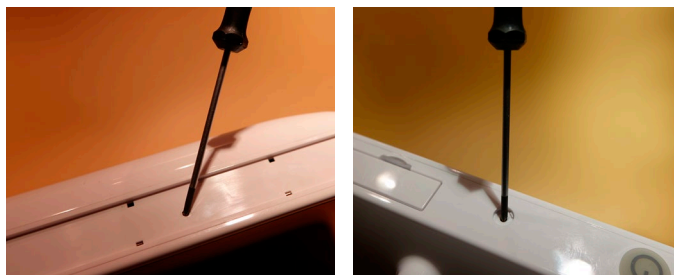

Figura 6 Îndepărtarea șuruburilor
e) Scoateți șuruburile de pe toate cele patru margini ale monitorului (Figura 6)